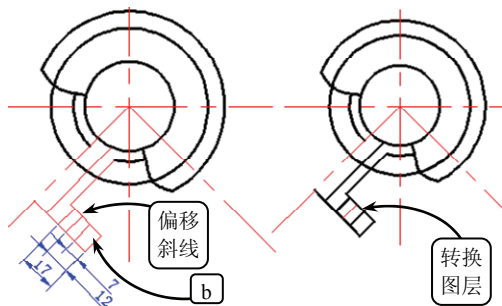

图 3-44 偏移直线并转换图层
⑲ 单击【偏移】按钮, 将直线 b 向左分别偏移 7、12 和 17。然后将相应偏移后的中心线转换为【轮廓线】图层, 效果如图 3-44 所示。